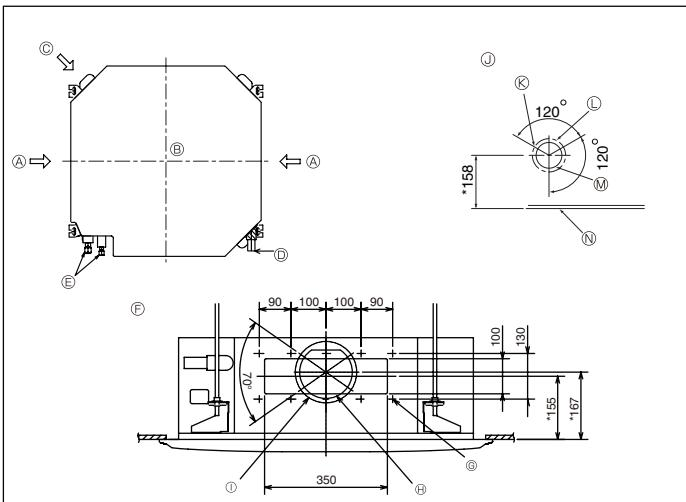

Fig. 3-4
3.4. Openingen voor pijpaftakking en luchtinlaat (Fig. 3-4)